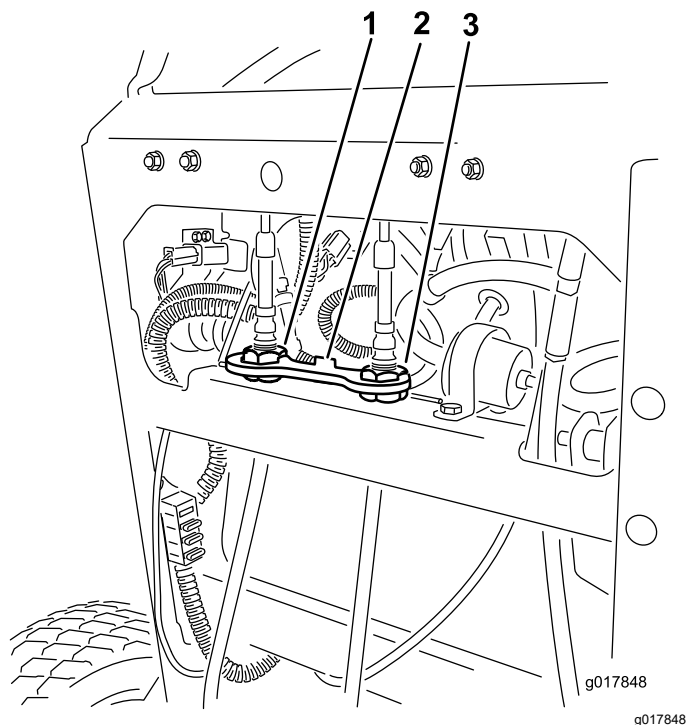

Figure 55
4. Tournez le dispositif de réglage du câble droit pour positionner le levier de commande de déplacement droit au centre de la fente de verrouillage au point mort du panneau de commande (Figure 55).